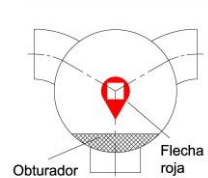

Figura 6
- Válvulas automáticas: una pieza en forma de flecha roja acoplada al eje cuadrado de la válvula indica la posición actual del obturador (véase Figura 2 / 4 y Figura 6)